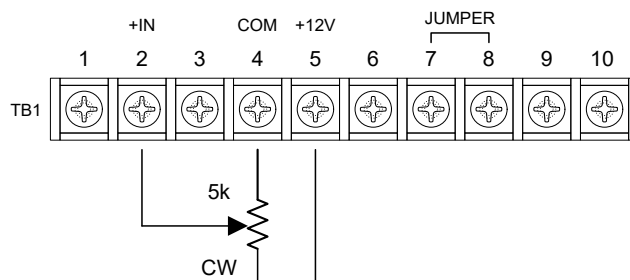

Figure 4.3 Commande à distance avec un potentiomètre
- a. Avec l'alimentation du PF1 coupée, connecter le potentiomètre comme indiqué à la figure 4.3. La position horaire (CW) correspond à la sortie de puissance maximale. La borne TB1-5 est connectée en interne à une source de tension continue positive.